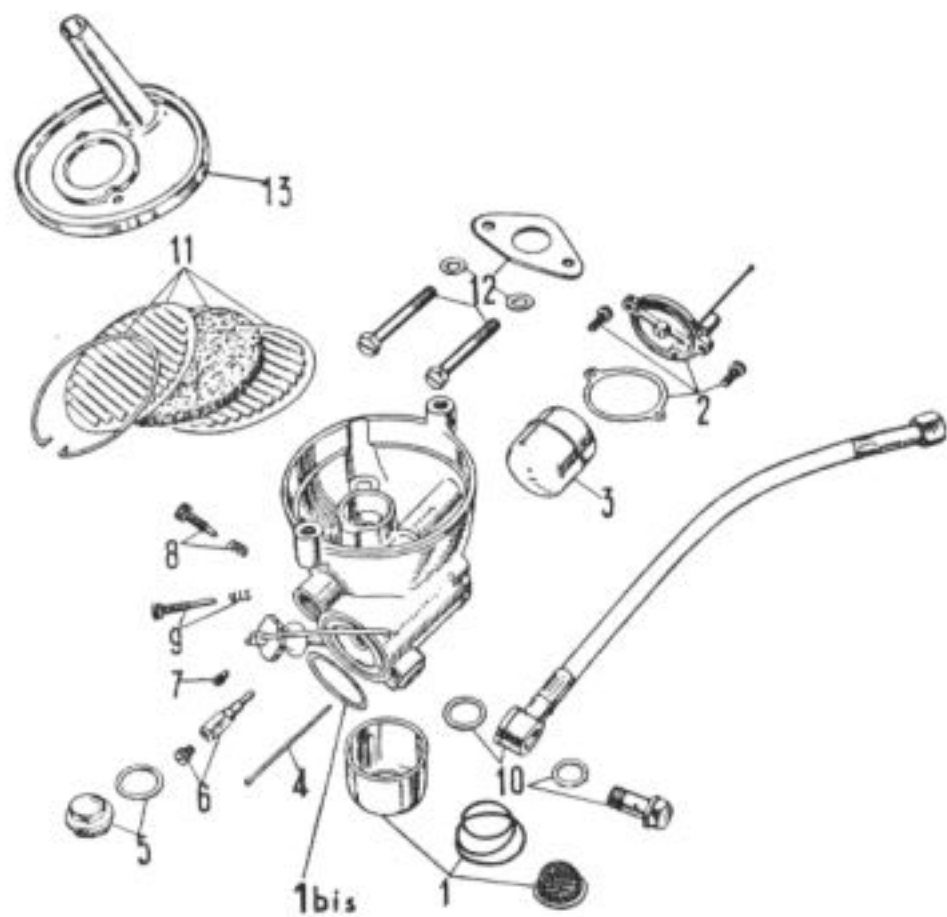

Fig. 23 - Carburatore smontato, si noti l'ordine di montaggio
**Smontaggio** (Vedere fig. 23).